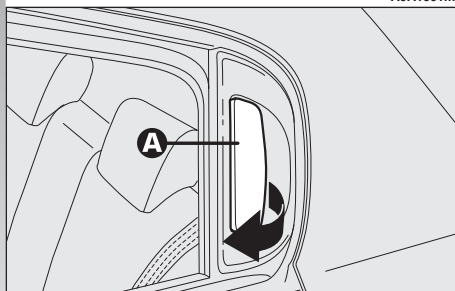

fig. 10
- Per aprire la porta, disinserire la chiusura centralizzata e tirare la leva di apertura (**A**-fig. 10).